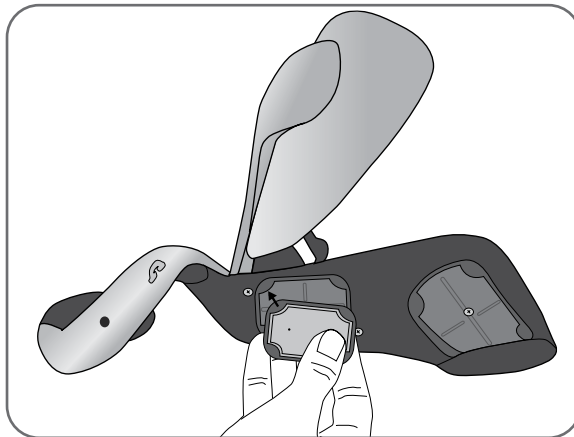

Рисунок 8-6. Установка тканевого электрода на основание электрода
7. Тканевые электроды № 1, 2, 4 и 5 расположите так, чтобы сторона электрода с белой точкой была обращена к основанию электрода. Вставьте углы тканевого электрода в основание электрода. См. рисунок 8-6.